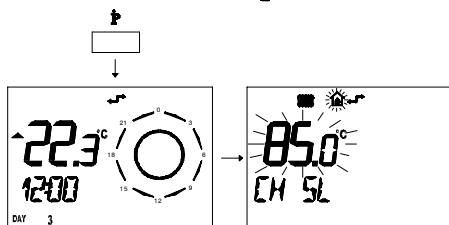

fig. 5.48
- 1 Premere per più di 3 secondi il pulsante per entrare in modalità *INFO*. (fig. 5.48)